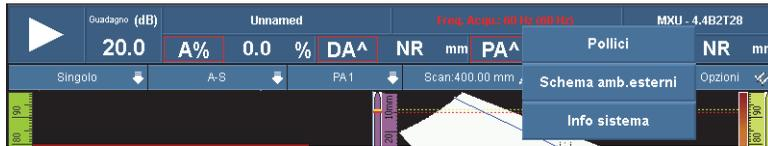

Figura 2-5 Il menu a scelta rapida Sistema
1. Toccare in modo prolungato la sezione della versione MXU della schermata. Viene visualizzato il menu a scelta rapida Sistema (vedere Figura 2-5 a pagina 60).